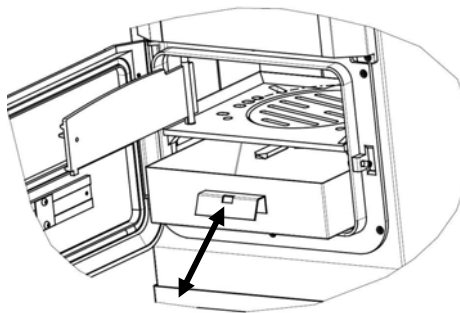

Fig. 13
10. Tige de manœuvre du décendrage (dedans) (Fig. 13)